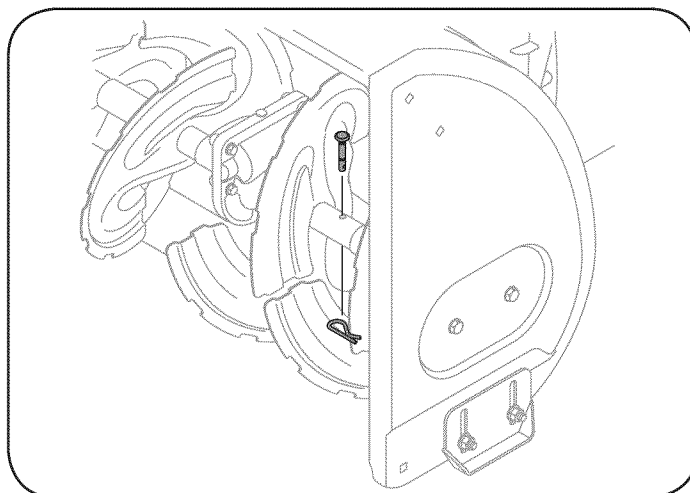

Figura 10
2. En el depósito de combustible hay un indicador de nivel. Llene el depósito hasta llegar al nivel de combustible del indicador. Vea el recuadro de la Figura 10. Tenga cuidado de no llenar en exceso.
Las barrenas están ajustadas al eje espiral con dos pasadores de cuchilla y pasadores de chaveta. La máquina quitanieve ha sido diseñada para que los pasadores se quiebren si la barrena golpeará un objeto extraño o un trozo de hielo. Si las barrenas no giran, verifique si los pasadores se han quebrado. Vea la Figura 10.